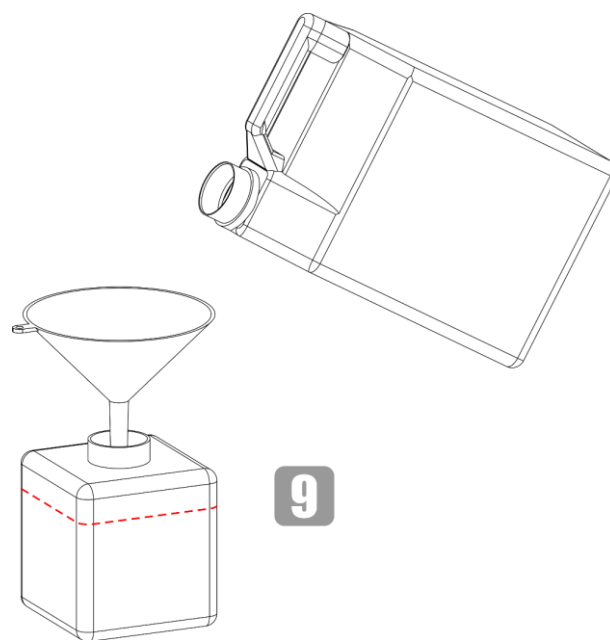

Fig. 16
- 09) Utilizzare un imbuto per versare il liquido del fumo all'interno del serbatoio, come mostrato nella Fig. 16.
- 10) Riempire il serbatoio con il liquido per il fumo consigliato (capacità massima del serbatoio 2,3 L). Accertarsi di non riempire troppo. Consultare la Fig. 16 per ulteriori informazioni in merito.